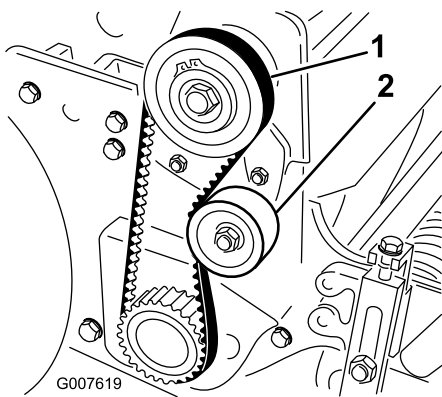

Bild 39
2. Überprüfen Sie die Spannung. Bringen Sie hierfür eine Kraft von 18-22 N in der Mitte des Riemen zwischen den Riemenscheiben auf (Bild 39). Der Riemen muss sich 6 mm durchbiegen lassen.
- A. Lösen Sie die Befestigungsmutter der Spannscheibe und drehen Sie die Spannscheibe nach rechts gegen die Rückseite des Riemen, bis Sie die gewünschte Riemen Spannung erzielt haben (Bild 39).